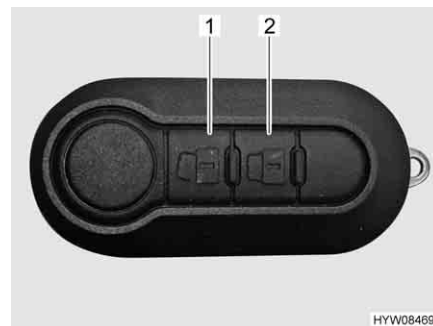

Bild 28 Fjärrstyrning centrallås
- Tryck en gång kort på knapp  (Bild 28,1). Dörlåsen är upplåsta.
- Tryck en gång kort på knapp  (Bild 28,2). Dörlåsen är låsta.